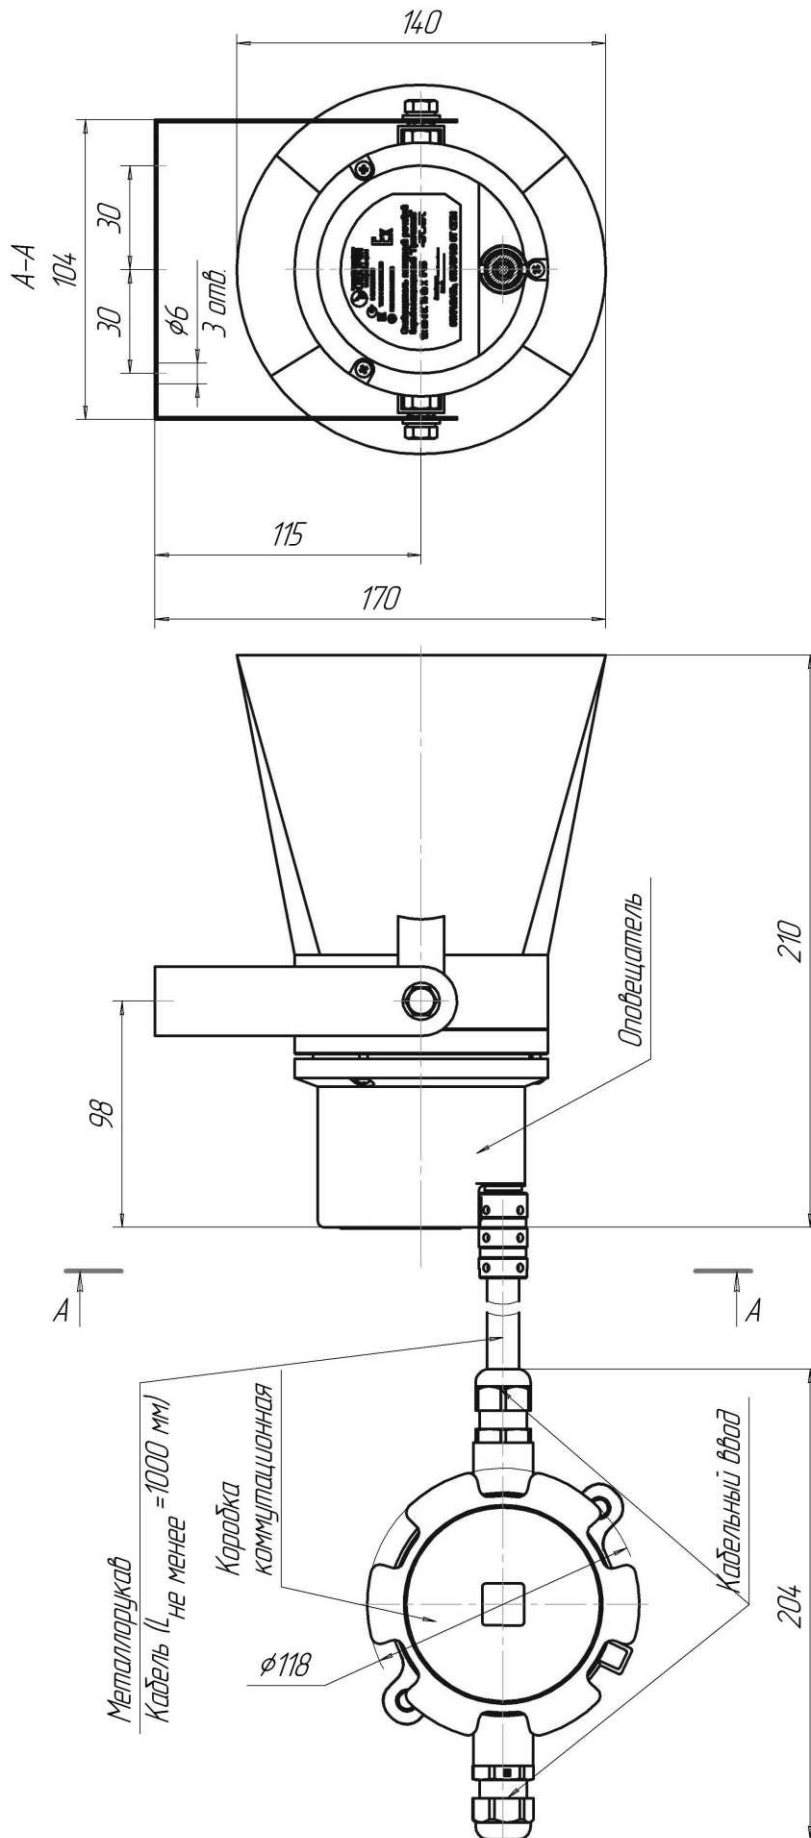

Рисунок 1 – Габаритные размеры оповещателя «ГВР-Ехт-10-Прометей», «РЗОР-Ехт-10-Прометей»
- определить место установки и разметить место крепления, рисунок 1 в соответствии с утвержденным в установленном порядке проектом размещения;